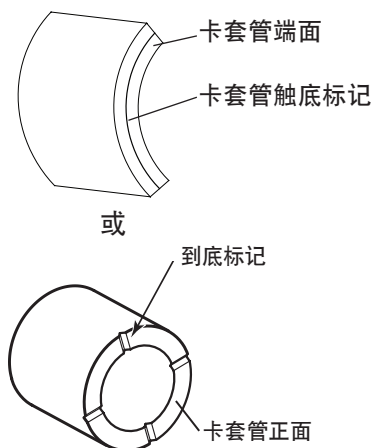

图5 卡套管到底标记
11. 检查卡套管端面看是否有径向凹痕状触底标记（参见图5）。这种凹痕表明管子卡在MHSU中被正确地插到底。如果没有可见的凹痕，该预装后组件不能使用。